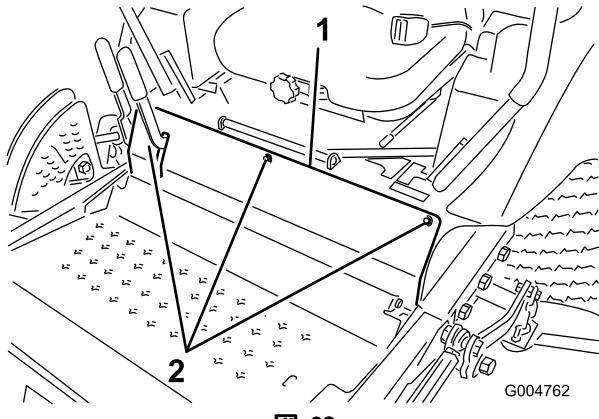

図 60
- 前パネルを止めているボルトを外して前パネルを外す(図 60)。